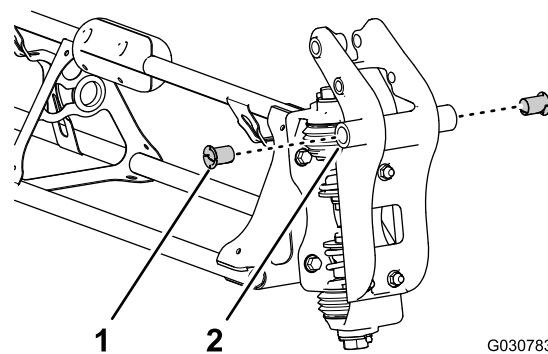

Figure 121
2. Insérez une bague à embase en nylon dans le trou de 31,8 mm de chaque côté de la fixation de pivot (Figure 121).